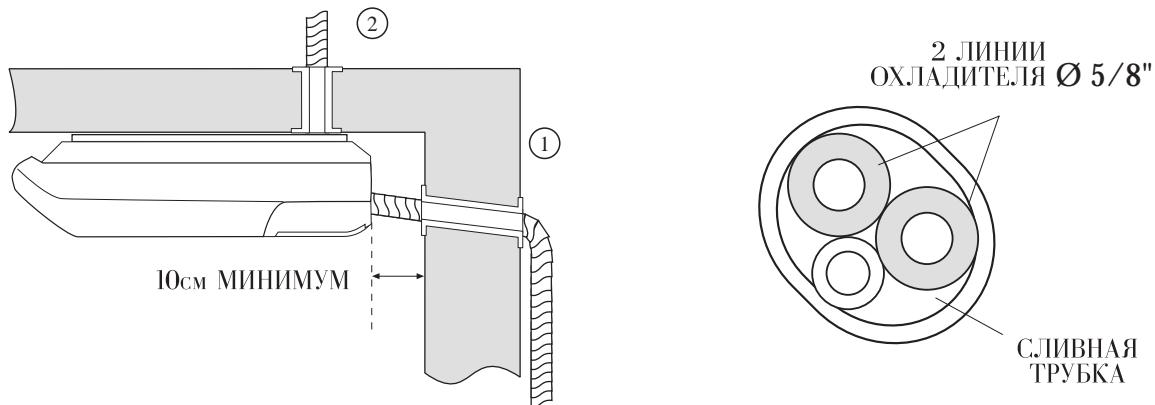

Рис. 1
- Соединительная трубка агрегата может быть выведена в любом из двух направлений, показанных на рис. 1.
- Если слив проложен по направлению ①, как показано на рис. 1, вырежьте овальное отверстие для сливной трубы и проведите ее через решетку воздухозаборника (см. рис. 7).